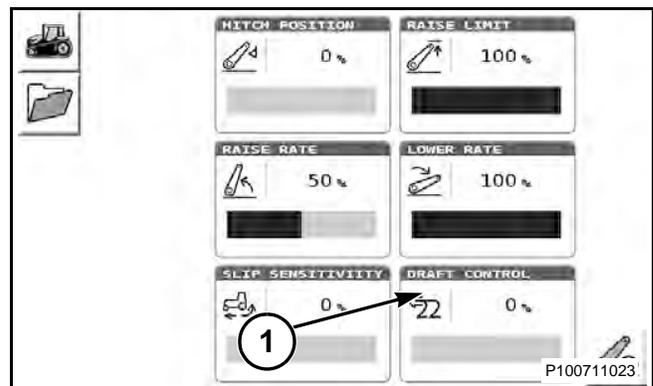

FIG. 173
FIG. 173: El control de tiro (1) se obtiene mediante el levantamiento del enganche de tres puntos si la velocidad del motor desciende por debajo de una velocidad de motor mínima.